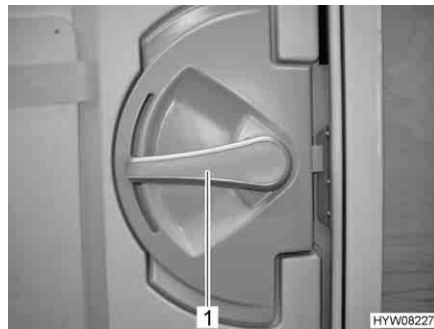

Fig. 24 Serratura della porta, porta di ingresso, lato interno
- Apertura:* ■ Premere la maniglia della porta (Fig. 24,1) verso il basso.
- Bloccaggio:* ■ Ruotare la maniglia della porta (Fig. 24,1) per circa 45° verso l'alto e lasciarla in questa posizione.